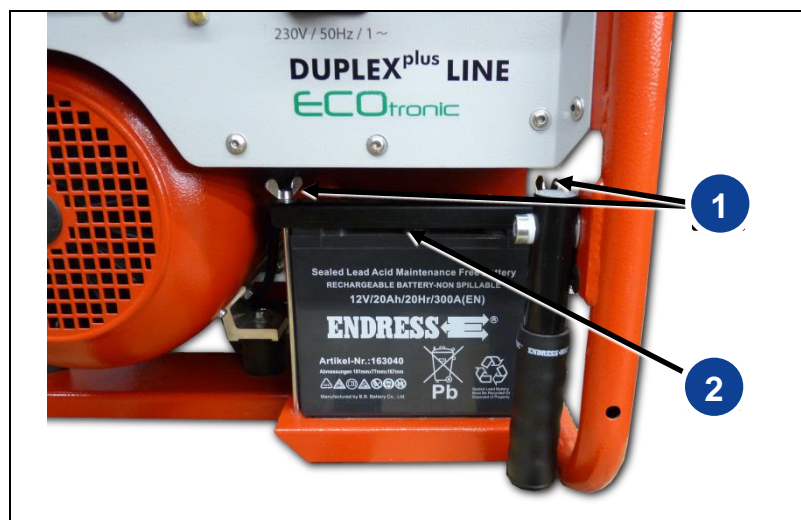

Abb. 6-2: Batterie wechseln
2. Die beiden Flügelmutter (Abb. 6-2-(1)) lösen, so dass der Batteriehalter (Abb. 6-2-(2)) entfernt werden kann.